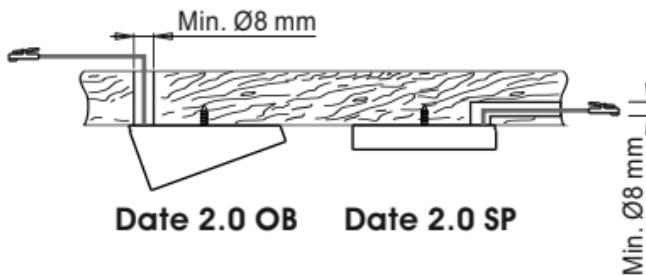

Fig 7
- If necessary, bore a ø ≥ 8mm exit hole for the power supply cable as illustrated in figure 7.
- Für den Austritt des Netzkabels ggf. eine Bohrung mit $\varnothing \geq 8$ mm ausführen (siehe Abb. 7).
- Si besoin, pratiquer pour la sortie du câble d'alimentation un trou de ø ≥ 8mm, comme indiqué sur la figure 7.